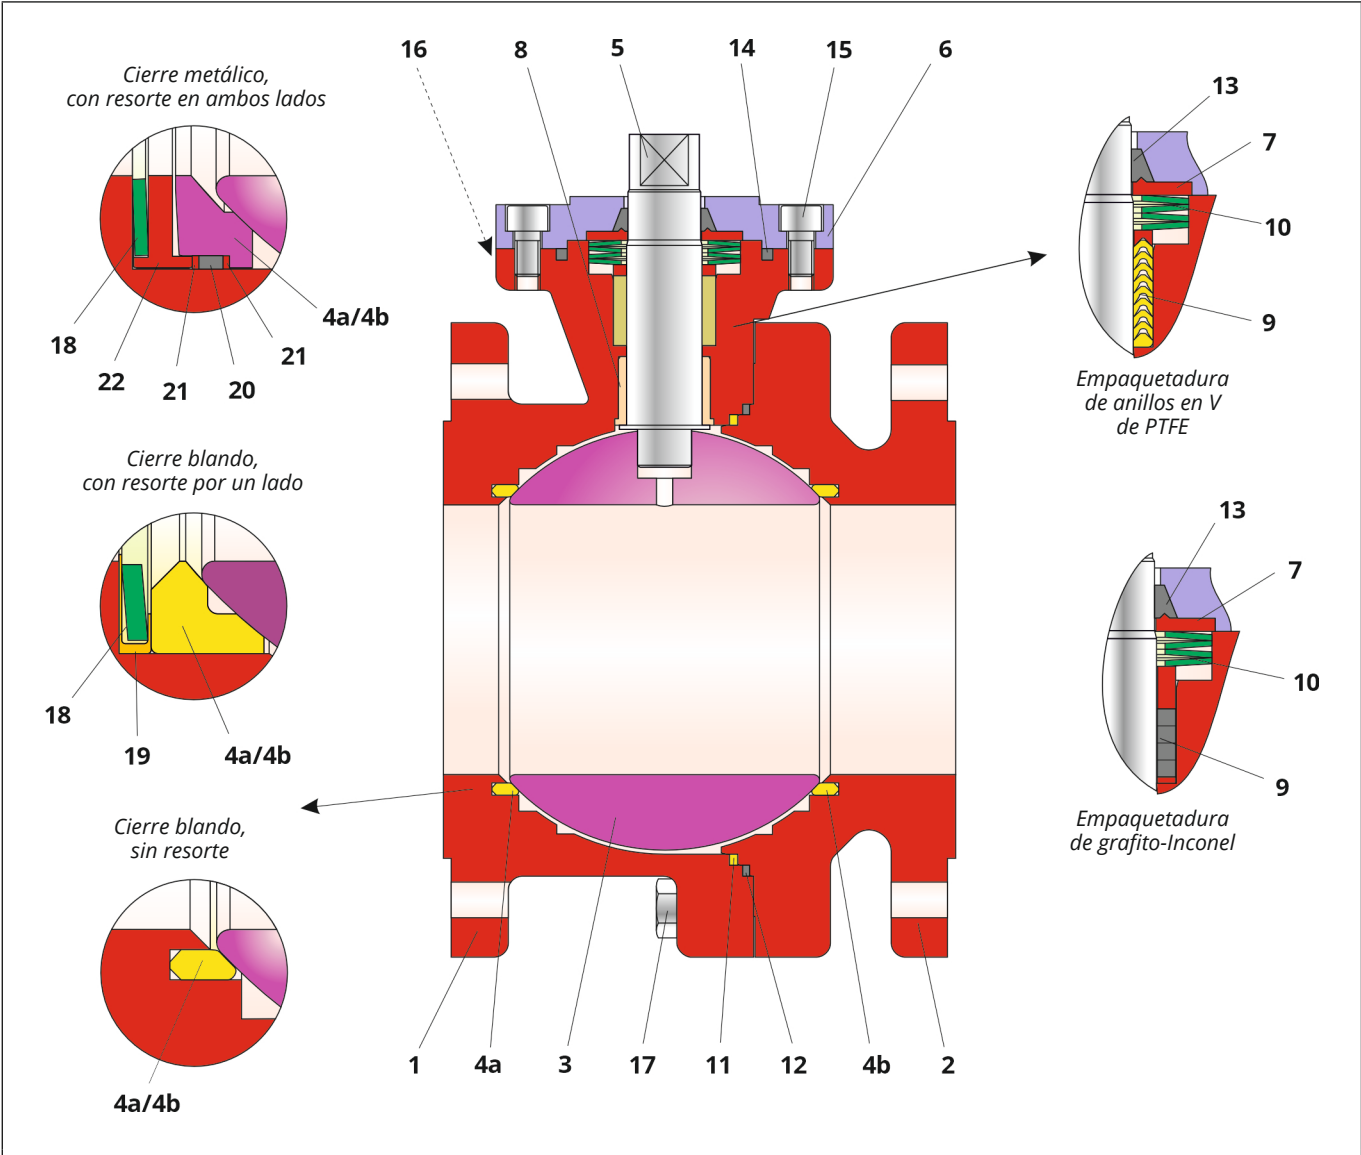

Fig. 3-1: Despiece de la válvula de bola de dos piezas con bola flotante hasta PN 40/cl300
Para el montaje tener en cuenta la posición y orden de los componentes como se muestra en la Fig. 3-1.
- ⇒ Empujar la empaquetadura de anillos en V (9) por el eje (5) montado mediante un ligero movimiento rotativo y colocarla en el alojamiento de la empaquetadura del cuerpo principal (1). Orden de colocación de la empaquetadura ver la Fig. 3-1.
- ⇒ Empujar la empaquetadura de grafito (9) por el eje (5) montado mediante un ligero movimiento rotativo y colocarla en el alojamiento de la empaquetadura del cuerpo principal (1), ver Fig. 3-1.
- ⇒ Colocar el conjunto de arandelas de presión (10) encima de la empaquetadura (9). Disposición de las arandelas de presión, ver Fig. 3-1.
- ⇒ Deslizar el casquillo (7) por el eje (5), hasta que apoye sobre las arandelas de presión (10).
- ⇒ Empujar cuidadosamente el anillo de carbón grafito (13) por el eje (5) hasta el casquillo (7).
- ⇒ Insertar el anillo de carbón-grafito (14) en la ranura de la brida del prensaestopas (6).
- ⇒ Colocar la brida del prensaestopas (6) por el eje (5) encima del cuerpo principal (1).
- ⇒ Engrasar ligeramente los tornillos (15).
- ⇒ Centrar la brida del prensaestopas (6) con ayuda de los tornillos (15) y apretar los tornillos uniformemente.